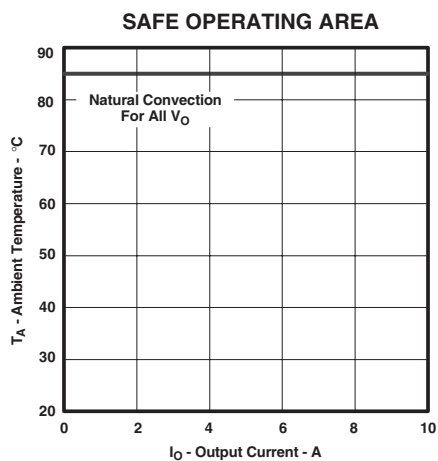

図 8
- (2) 温度ディレーティング曲線は、内部コンポーネントの温度がメーカーの指定した最高動作温度以下になる条件を表します。このディレーティング制限は、2オンス (56.69グラム) の銅を使用した、100mm×100mmの両面基板に直接半田付けされたモジュールに対して適用します。表面実装パッケージ (ASおよびAZの各サフィックス) では、複数のビアを使用する必要があります。詳細については、メカニカル仕様を参照してください。これらは、図8に対して適用されます。